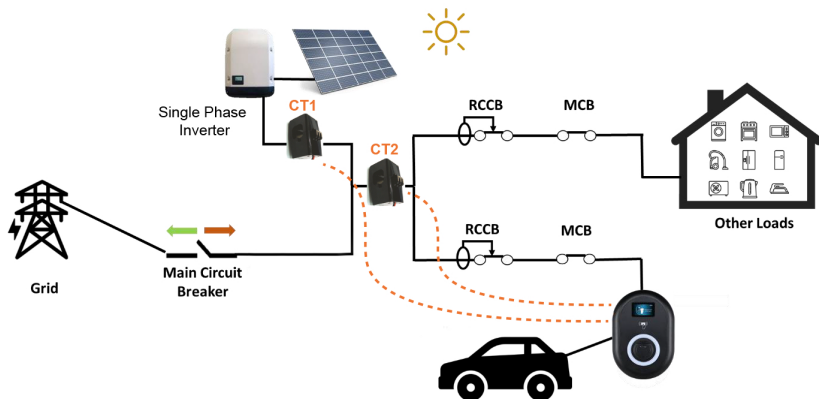
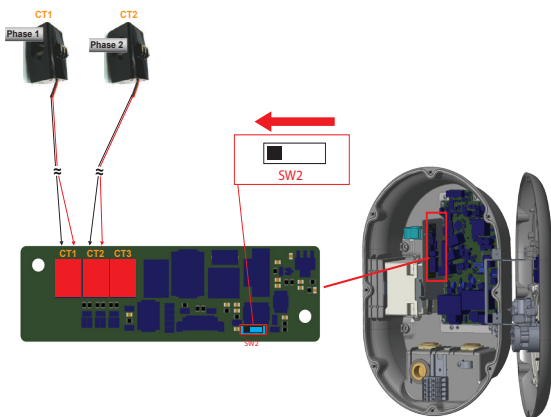

Figura 1
Figura 2
La conexión de CT1 y CT2 de la Figura 1 a la placa optimizadora de potencia (21PO01-r5) en el dispositivo EVC se muestra en la Figura 2.
El optimizador de potencia con transformador de corriente (TC) externo debe colocarse en las líneas principales como se muestra en la Figura 2:
- El interruptor deslizante (SW2) del “Módulo de optimización de energía integrado” debe estar configurado como se muestra en la Figura 2. (Lado izquierdo)